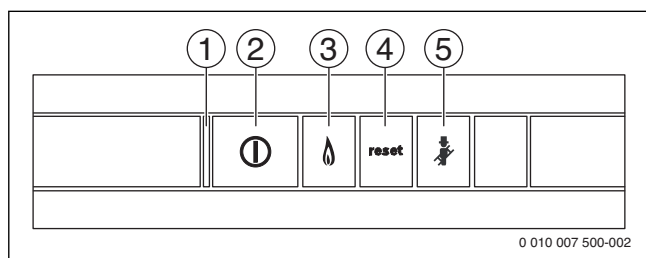

Bild 210 Bedientasten
- Gerät am Ein/Aus-Schalter (→ Bild 210) einschalten.